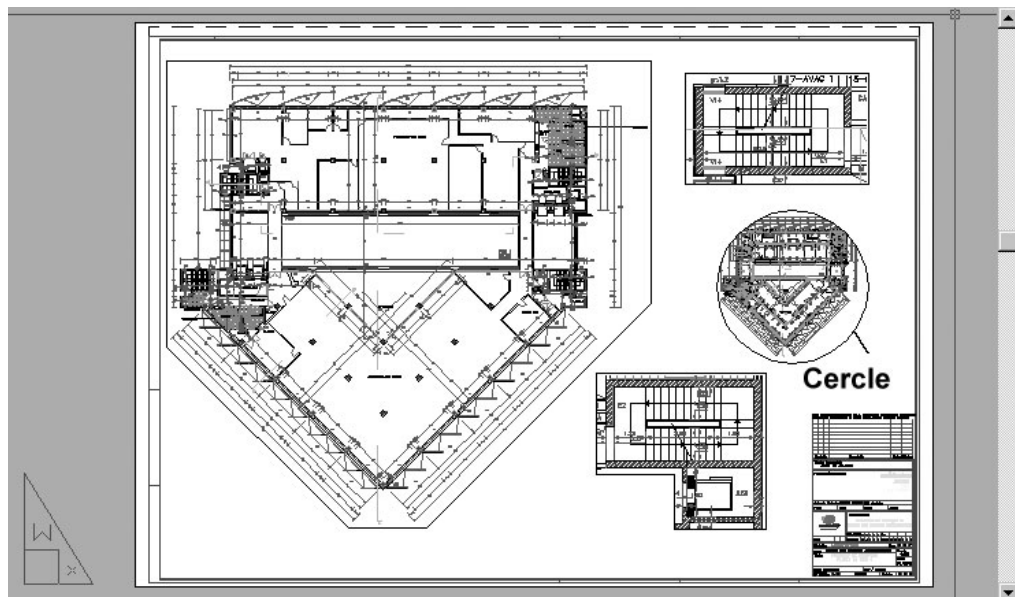

Fig.23.14
- 4 Sélectionner le contour dans le dessin, il se transforme en fenêtre (fig.23.14).